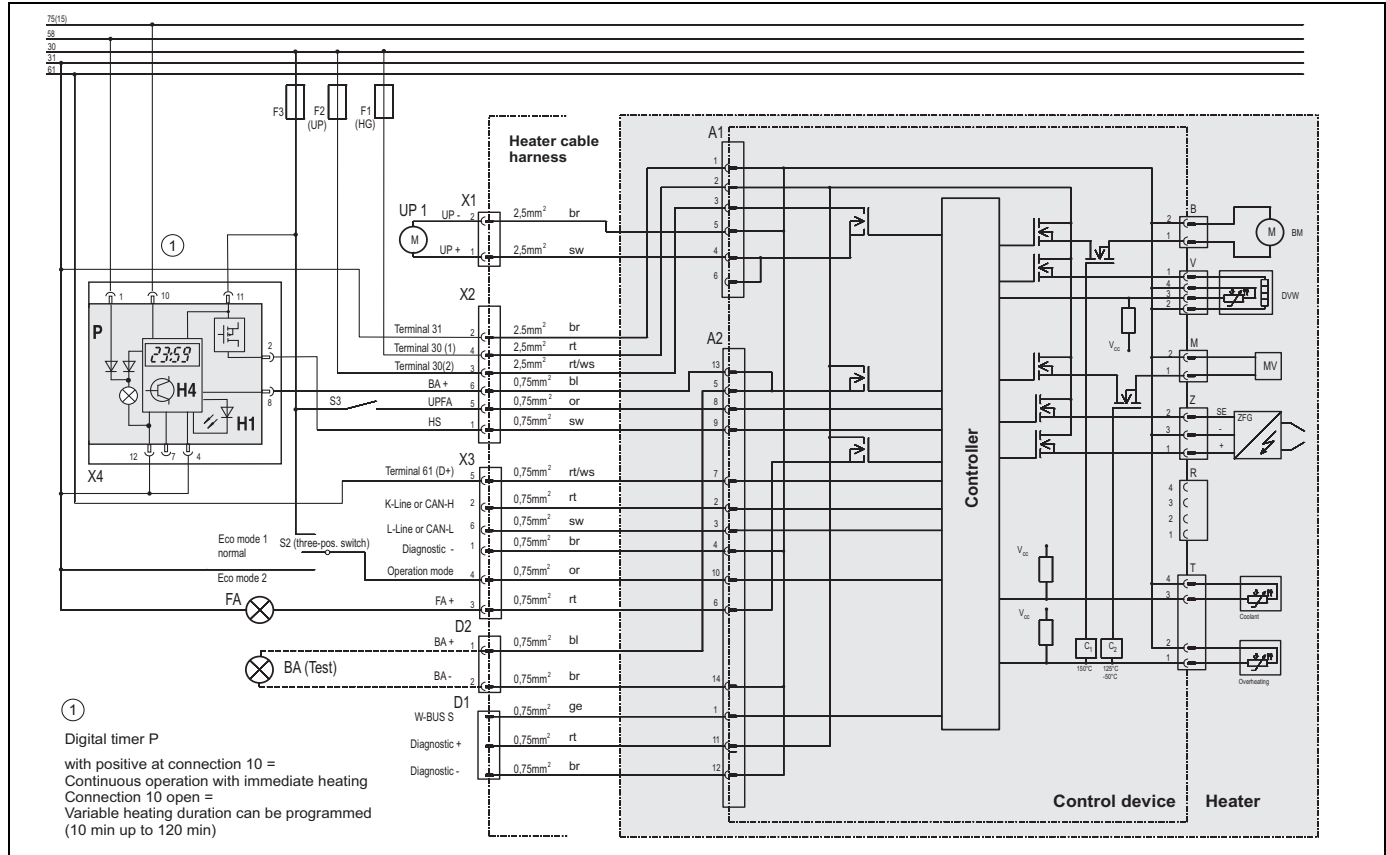

Bild 21: Systemdiagram för värmare Thermo S, med timer, se sidan 85.
- Digitalur, se systemdiagram bild 21